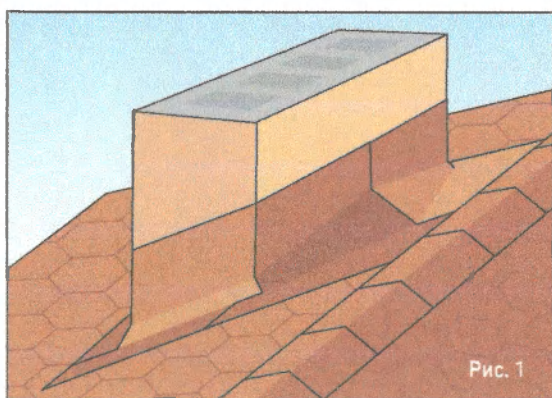

Рис. 1
- Чтобы вода не скапливалась позади дымохода, рекомендуется в настиле крыши создать противонаклон в ее верхней части. (Рис. 1).